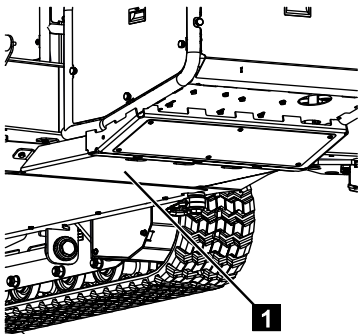

Fig. 240
3. Démontez le cache (Fig.240/1).